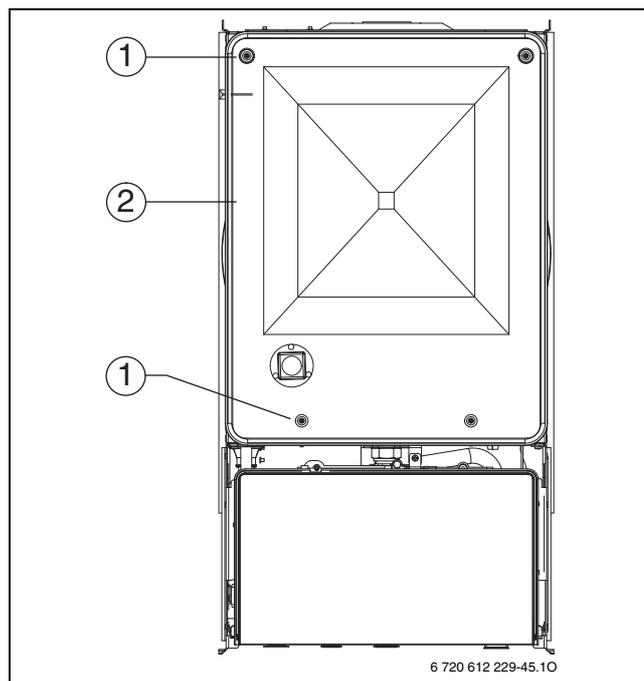

Рис. 72 Открывание воздушной камеры
- ▶ Ослабить четыре винта (1) и снять крышку воздушной камеры (2) (→ рис. 72).